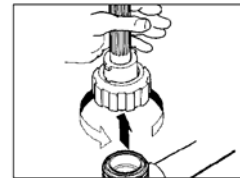

图 15
- 关闭隔离阀,并打开取样阀,为系统减压。旋松联接圈,将传感器从流量装置中取下。将传感器从流量装置中垂直拉出,不要有任何侧移以免损坏(参见图 15)。冲洗并检查传感器。如果有堆积物或污垢,请按照 45 页第十节——“维护”中的说明进行清洗。